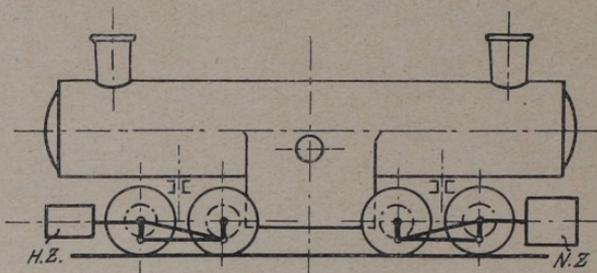

Abb. 263. Fairlie-Triebwerk.
- γ) Bauart „Fairlie“ (Abb. 263): zwei Dampfdruckgestelle. Zwei um je einen Zapfen drehbare Antriebsgestelle; zwei Hochdruckzylinder außen am ersten, zwei Niederdruckzylinder außen am zweiten Drehgestellrahmen am entgegengesetzten Ende zweier mit der Rückseite aneinander stoßender Kessel mit gemeinsamer Feuerkiste angeordnet.